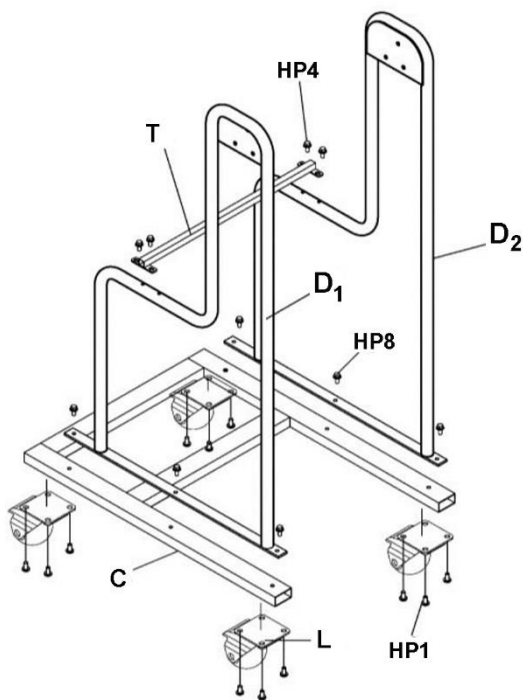

Abbildung 3
1. Die vier Laufrollen (L) mit Flanschkopfschrauben (HP1) am Sockel (C) anbringen. Siehe Abbildung 3.
2. Den linken und den rechten Ständer (D1, D2) mit den Flanschkopfschrauben (HP8) am Sockel (C) anbringen.
3. Die Ständerstütze (T) mit den Flanschkopfschrauben (HP4) an den Ständern anbringen.